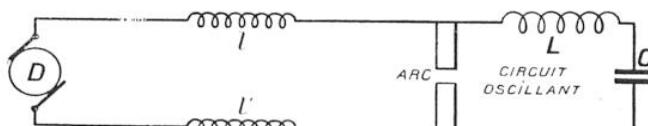

FIG. 5. — CIRCUIT D'UN ARC « CHANTANT »
self-induction  $L$  et une capacité  $C$  au moyen d'un arc placé en dérivation sur ce circuit oscillant. Le circuit de l'arc, qui comprend deux bobines de self-induction  $l$  et  $l'$ , est alimenté par une dynamo à courant continu  $D$ . (Voir la figure 5 ci-dessous).
*Ce contact remplace l'arc de la figure 5.*